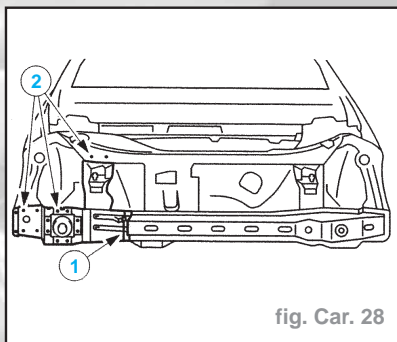

fig. Car. 28
- Déposer le renfort de la traverse (fig. Car. 28) :
- procéder à une découpe approximative (1).
- fraiser les points de soudure (2).